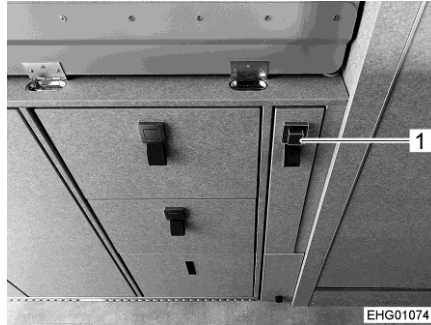

Bild 59 Klättringshjälp, undanstuvad
- Tryck på tryckknappen (Bild 59,1).